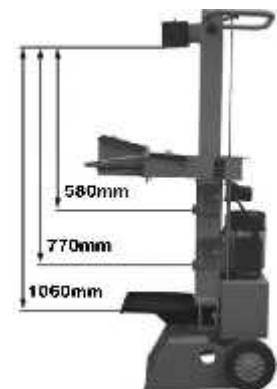

Fig.10
4.2.2.3- Réglage de la hauteur de travail (Fig.10)